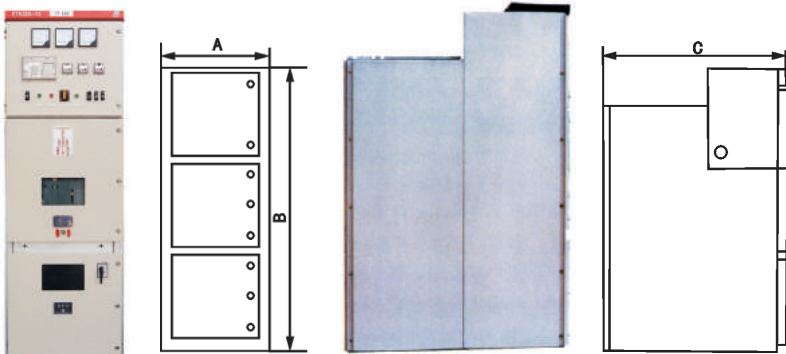

图 3 外形尺寸 Figure 3 Outline dimension
5.10 开关设备外形尺寸见图 3、表 5 5.10 Outline dimension of the switch equipment (see figure3,table 5)